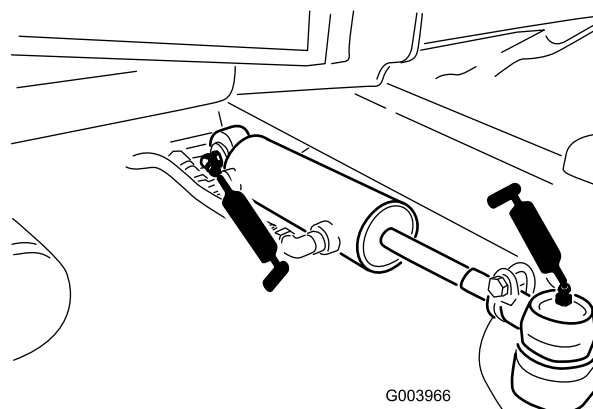

Figure 50
- Rotules de vérin de direction (2) (Figure 50)